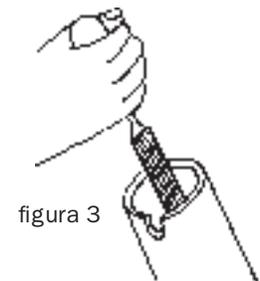

figura 3
3. Pulir los bordes de la extremidad superior utilizando la lima redonda. (Figura 3). La extremidad inferior debe tener una pequeña abertura, por lo que si está completamente cerrada por el nudo será necesario realizar un pequeño orificio de 0,5 cm de diámetro. (Figura 4).